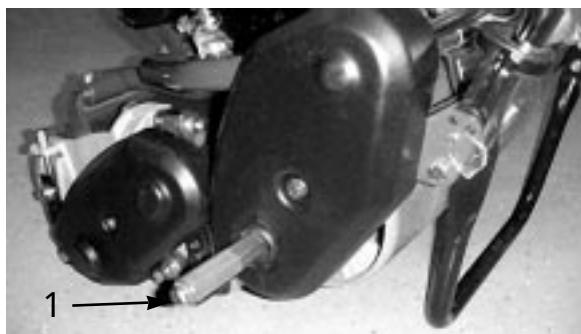

図6
2. 機体左右に露出している車軸にアンチシーズ潤滑剤を塗る(図6)。